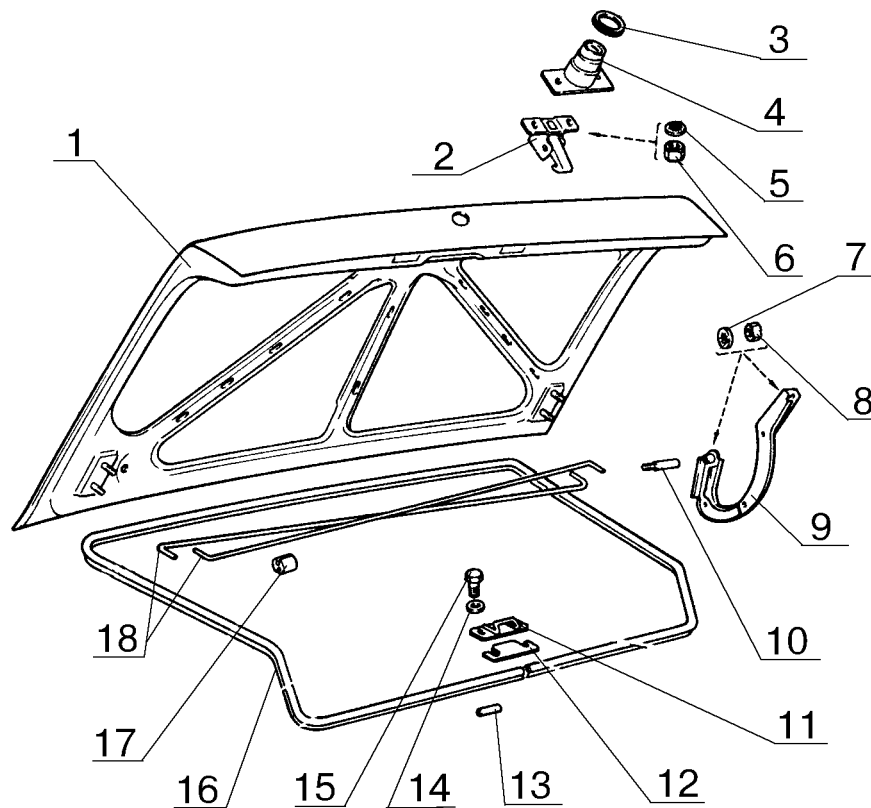

Рис. 1 Крышка багажника автомобиля ВАЗ-21099 и ее механизмы:
1.2 Открыть крышку 1, рис.1, багажника.